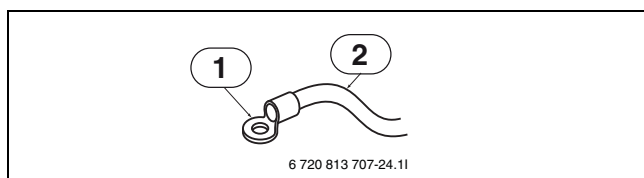

Fig. 28
- ▶ Anvend crimpkabelsko (→ fig. 28) for jordtilslutning på hovedprintkortet.